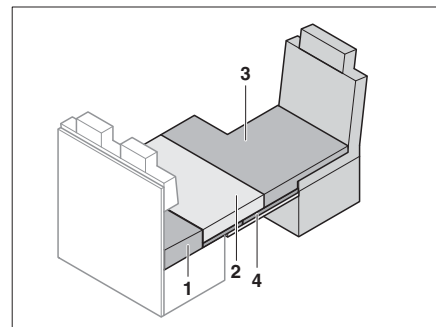

Fig. 171 Después de la transformación
- Poner el cojín adicional (Fig. 171,3) sobre el asiento del conductor.
- Poner el cojín del asiento (Fig. 171,2) en el apoyo de cama de reserva.